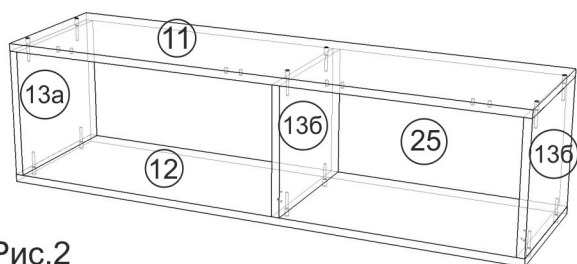

Рис.2
- 6) К крыше (11) еврошурупами (д) присоедините установочные площадки петель (ж).
- 7) С помощью евровинтов (а) соединить стойки антресоли (13а, 13б) с крышей (11) и дном (12), рис.2. Гвоздями прибить заднюю стенку (26), предварительно проверив прямоугольность сборки. Двери пока отложите в сторону.